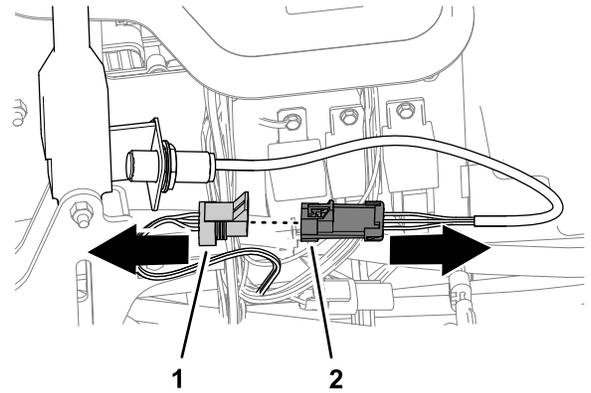

図 14
1. マシンのワイヤハーネスの 3 ピンコネクタから、駐車ブレーキスイッチの 3 ソケットコネクタを外す 図 14。